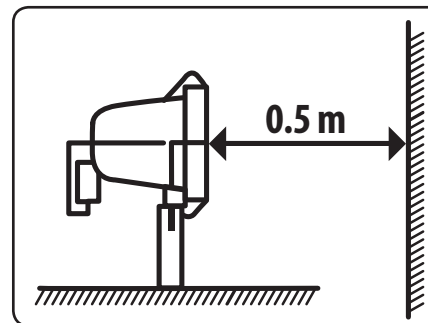
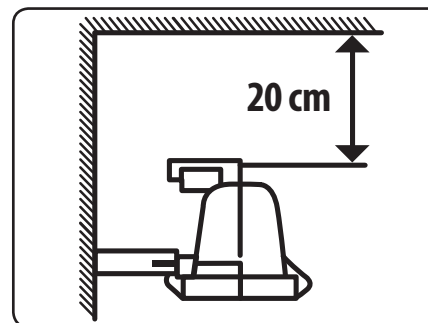

Abb. 2
Abb. 3
- Befestigen Sie die Lampe 1-3 m über dem Boden. Die Entfernung der Lichtquelle direkt vom beleuchteten Objekt sollte mindestens 0,5 m betragen (Abb. 2). Wird die Lampe in einer Ecke montiert, muss die Entfernung von der Decke mindestens 20 cm betragen (Abb. 3).